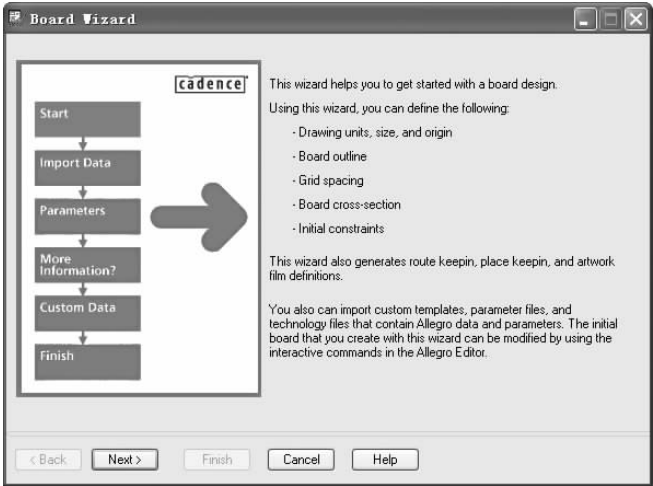

图 12-75 “Board Wizard（板向导）”对话框
4) 单击  按钮后关闭对话框，弹出“Board Wizard（板向导）”对话框，如图 12-75 所示，进入 Board（Wizard）的工作环境。